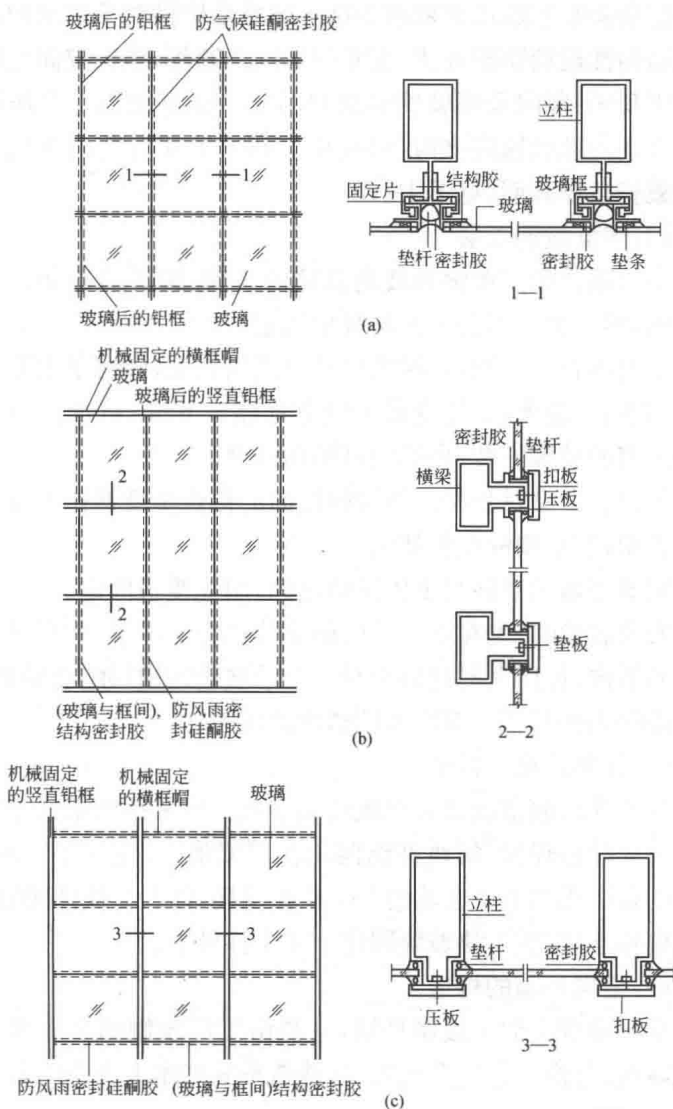

图 1-2 玻璃幕墙构造示意图
粘贴在玻璃框上。玻璃框之间用结构密封胶密封。玻璃为各种颜色镀膜镜面反射玻璃,玻璃框及铝合金框格体系均隐在玻璃后面,从外侧看不到铝合金框,形成一个大面积的有颜色的镜面反射屏幕幕墙,见图 1-2(a)。这种幕墙的全部荷载均由玻璃通过胶传给铝合金框架。
①竖隐横不隐玻璃幕墙。这种玻璃幕墙只有立柱隐在玻璃后面,玻璃安放在横梁的玻璃镶嵌槽内,镶嵌槽外加盖铝合金压板,盖在玻璃外面,见图 1-2(b)。这种体系一般在车间将玻璃粘贴在两竖边有安装沟槽的铝合金玻璃框上,将玻璃框竖边再固定在铝合金框格体系的立柱上;玻璃上、下两横边则固定在铝合金框格体系横梁的镶嵌槽中。由于玻璃与玻璃框的胶缝在车间内加工完成,材料粘贴表面洁净有保证,况且玻璃框是在结构胶完全固化后才运往施工现场安装,所以胶缝强度得到保证。